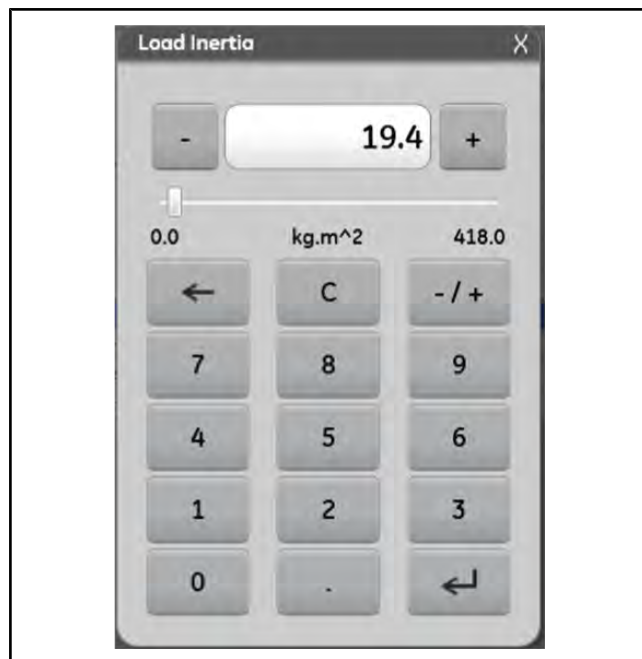

Рисунок 2.70-5: Клавиатура для ввода параметра Load Inertia («Момент инерции нагрузки»)
6. Выберите поле Load Inertia («Инерция нагрузки»). На экране появится клавиатура для ввода параметра Load Inertia («Момент инерции нагрузки») (см. Рисунок 2.70-5).